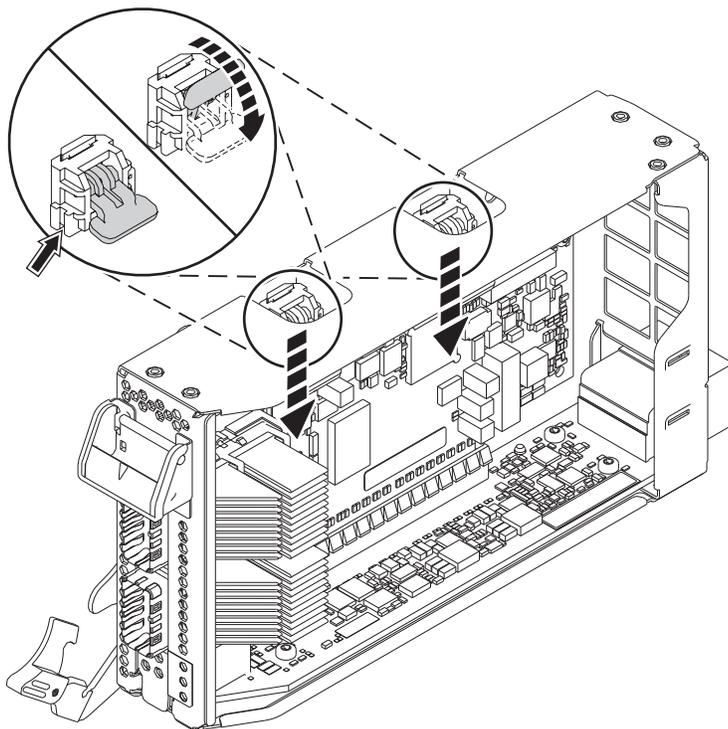

図 7. カセット・ラチェットのロック
- d. カセットの上端にあるカセット・ラチェットを回転させて、アダプターを固定します。図 7 を参照してください。